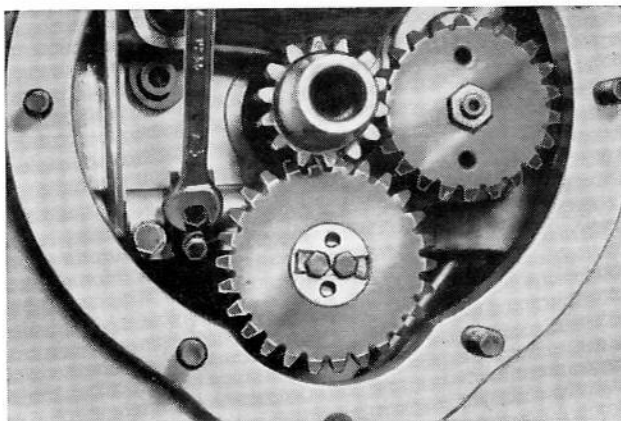

Fig. 63
- Desserer les deux vis de fixation du ressort régulateur et levier de commande de pompe d'injection (fig. 63).